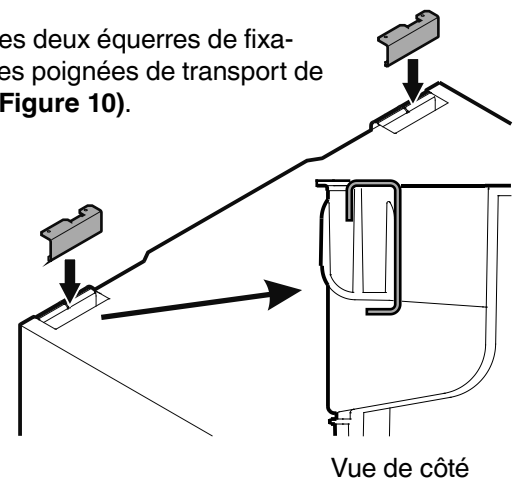

Figure 10
2. Enclipser les deux équerres de fixation dans les poignées de transport de l'appareil (Figure 10).